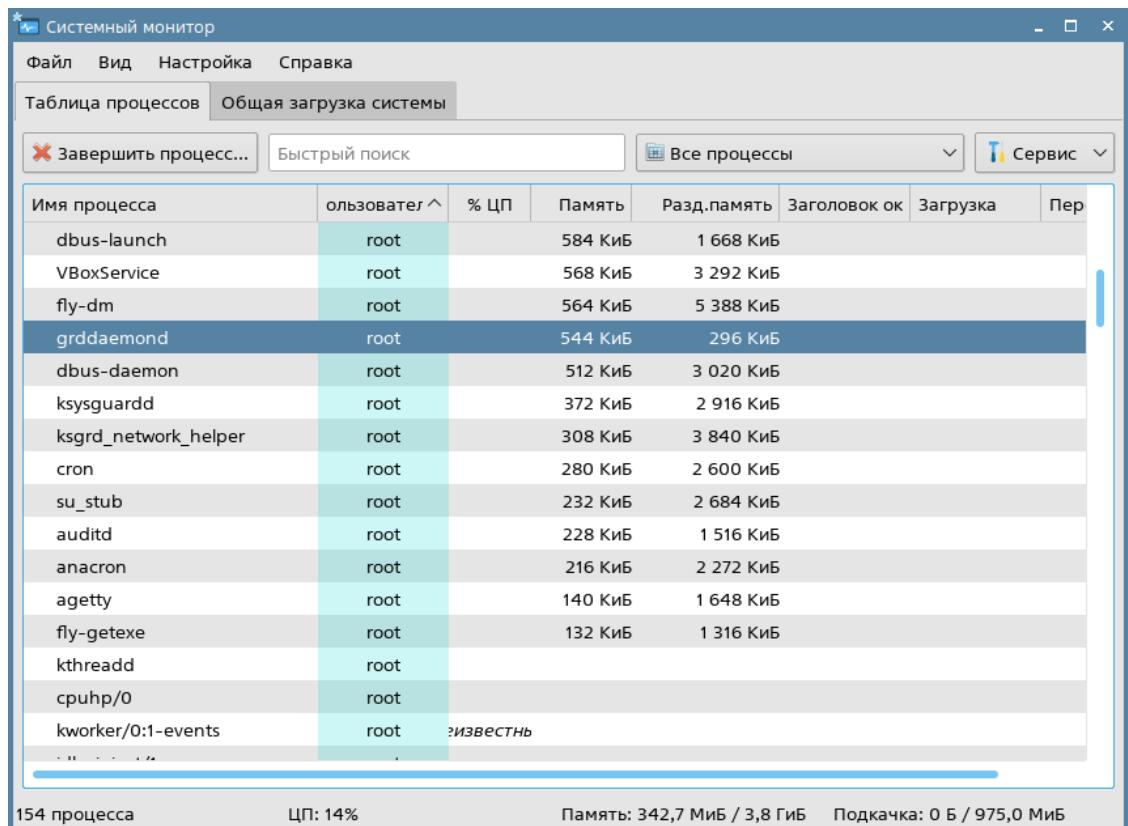

Рисунок 4 - Системный монитор
3. В системном мониторе проверьте, что присутствует процесс **grddaemond** (Рисунок 4).